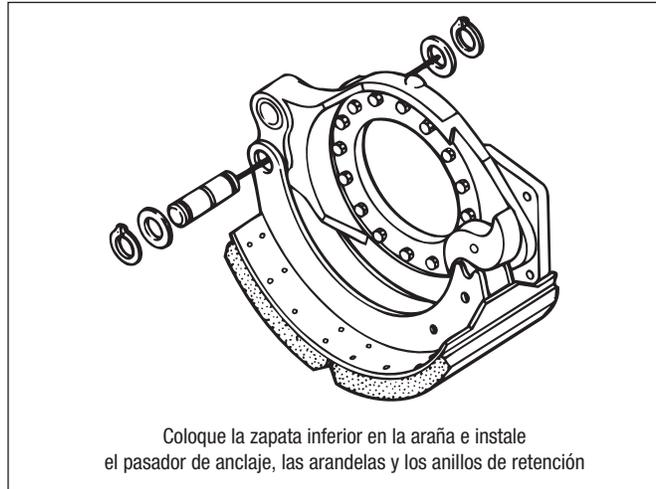

Figura 68 – Instalación de la zapata inferior y el perno de anclaje
5. Coloque la zapata inferior en la posición de montaje en la araña e instale el pasador de anclaje inferior, las arandelas y los anillos de retención. Consulte la figura 68.